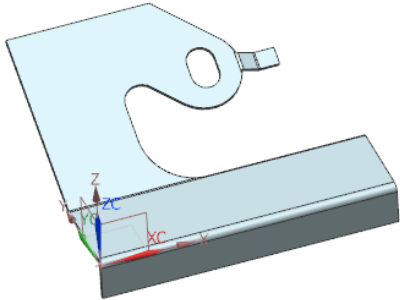

图 4-126 创建弯边特征 1
(4) 在“弯边”对话框中, 单击 **应用** 按钮, 创建弯边特征 1, 如图 4-126 所示。